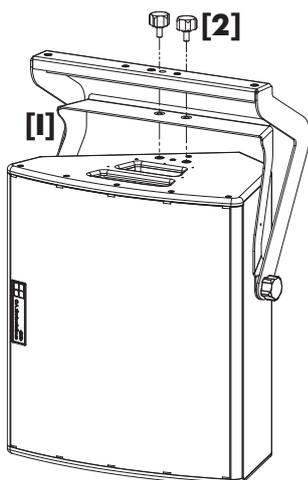

Fig. 5: Montage Z5056 M4 Schwenkbügel am Lautsprecher
1. Positionieren Sie den Lautsprecher wie in Fig. 5 gezeigt.